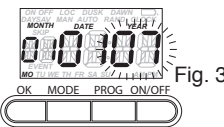

Fig. 3
4. Tourner le sélecteur pour régler l'année et appuyer sur OK (Fig. 3).
12. Tourner le bouton pour régler le 01 clignotant sur la semaine souhaitée (01-02-03-04-L) pour le passage d'automne, puis appuyer sur OK. LOC s'affiche en haut de l'écran (Fig. 3).